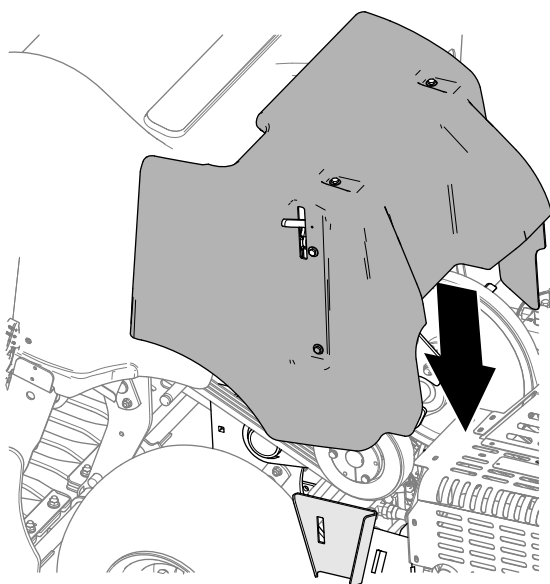

Figura 134
2. Abbassate il copricinghia (Figura 134).